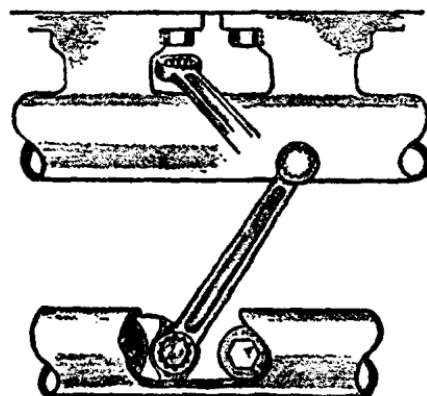

图10 梅花扳手的运用
2. 梅花扳手：梅花扳手的用途和开口扳手是一样的，所不同的是扳手两端是套筒式，工作时不易滑脱；其套筒内一般有十二个缺口，因此便于拆装位置受限制的螺栓（如图10）。